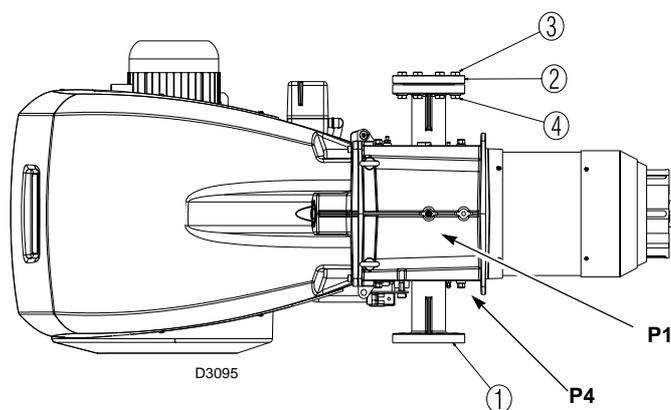

Fig. 24
La rampa del gas è predisposta per essere collegata alla destra del bruciatore, tramite la flangia 1)(Fig. 24).
- P4 - Pressione aria alla testa di combustione (Fig. 24)